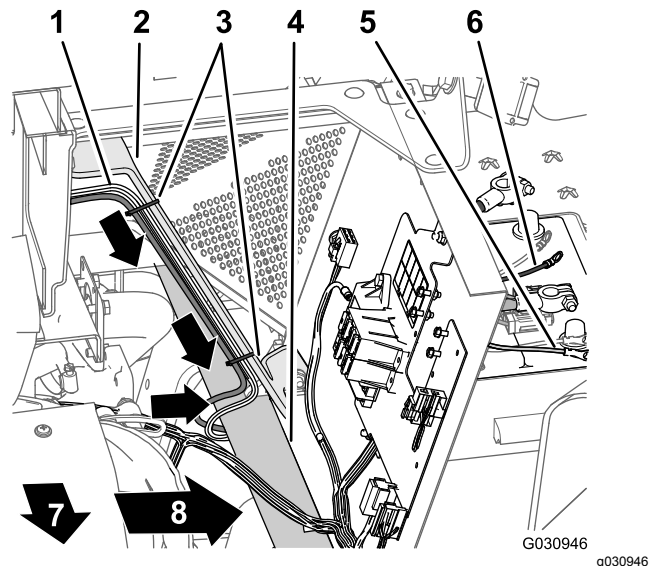

Bild 116
3. Verlegen Sie den 108-cm-Kabelbaumzweig nach unten entlang der linken Stütze für die Motorhaube und unter dem linken Rahmenrohr (**Bild 116**).
4. Verlegen Sie die 50-A-Sicherung und die Plus- und Minuspole des 108-cm-Kabelbaumzweigs zur Oberseite der Batterie (Bild 116).